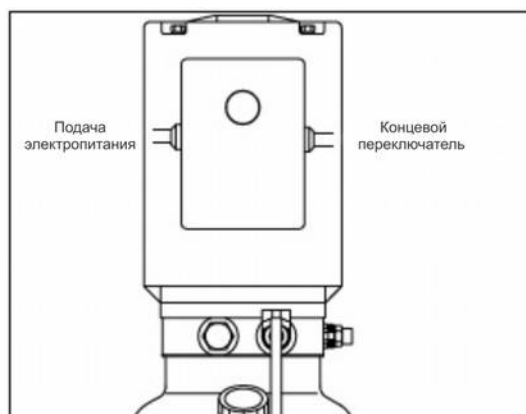

Рис.35
4.4.3.2 Подключите кабель подачи электропитания и концевой переключатель к клеммной коробке на распределительной коробке электродвигателя (Рис. 35) в соответствии со схемой на стр. 4.
4.4.3.4 Закройте крышку электрической панели, нажмите кнопку запуска (Рис. 35), вращение электродвигателя должно происходить согласно направлению, указанному стрелкой на корпусе электродвигателя.